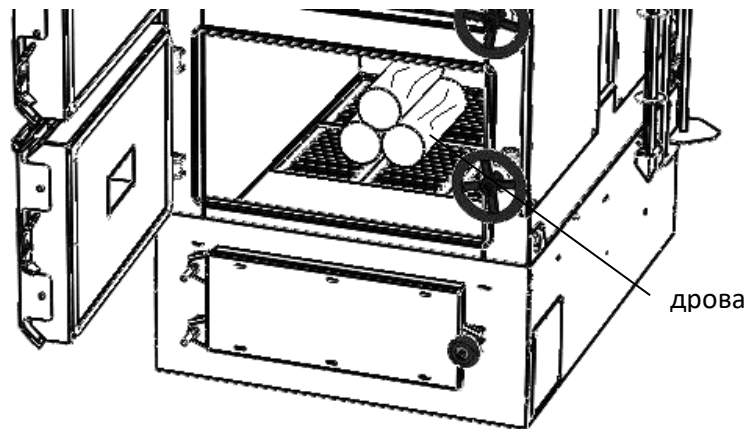

Рис. 19
- 2.7.4** Вручную разжечь дрова/уголь (см. рис. 19) при отсутствии автоподжига.
Для контроля интенсивности горения в зависимости от выбранного топлива имеется регулятор вентилятора (см. рис. 19, рис. 20).